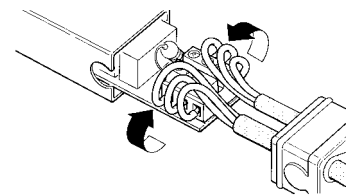

Fig. 6
- 8 6. Replier les conducteurs comme dans la Figure 6.